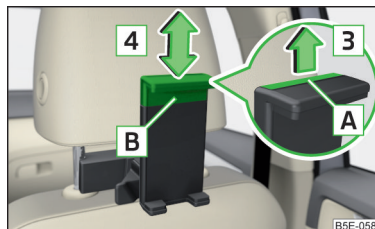

Abb. 124 Haltergröße anpassen
- Zur **Anpassung der Haltergröße** die Sicherungslasche **A** in Pfeilrichtung **3** herausziehen und den Teil **B** in Pfeilrichtung **4** in die gewünschte Position verschieben » Abb. 124.